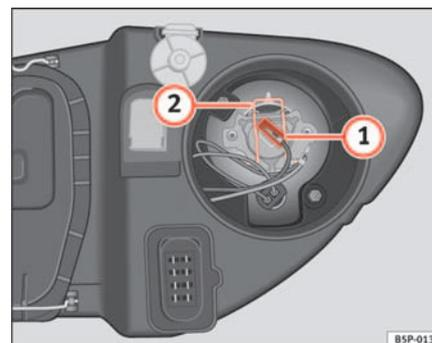

Fig. 184 Feux de route
- Retirez le connecteur ⇒ fig. 184 ② de la lampe.
- Appuyez sur le ressort ⇒ fig. 184 ③ vers l'intérieur et vers la droite.